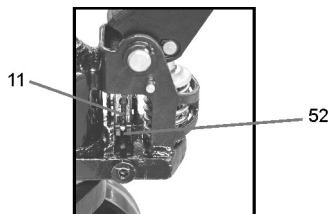

Fig. 5 – Encaixe da corrente
- c. Encaixe a ponta (pino roscado e porca "11") da corrente "10" na ranhura da haste de ajuste "52", conforme fig. 5.